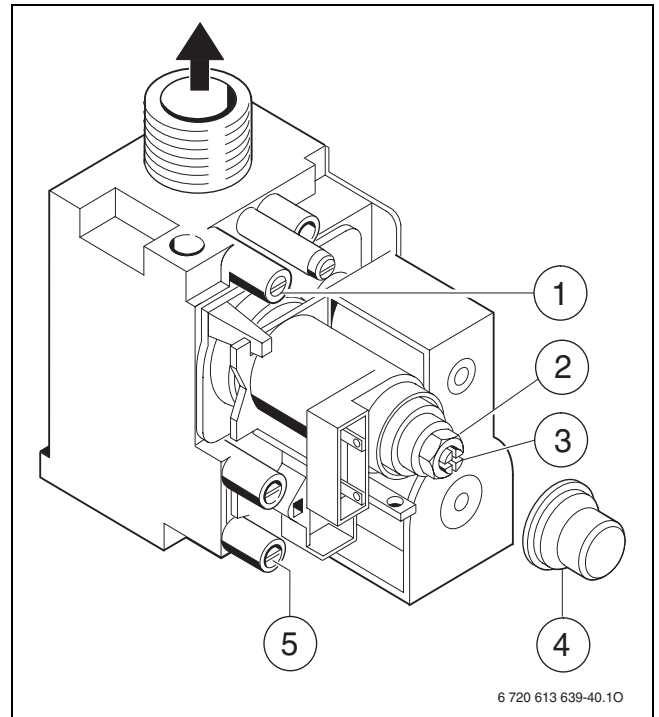

Fig. 41 Gasarmatur
- ▶ Løsn tætningskruen på målestuds til dysetryk (→ fig. 41, [1]), og tilslut U-rørmanometeret.
- ▶ Fjern afdækningen (→ fig. 41, [4]).
- ▶ Vedrørende det „maks“. angivne dysetryk (mbar) se tabellen side 59. Indstil dysetrykket via indstillings-skruen maks. gasmængde (→ fig. 41, [2]). Højredrejning mere gas, venstredrejning mindre gas.
- ▶ Vedrørende det „min“. angivne dysetryk (mbar) se tabellen side 59. Indstil dysetrykket via indstillings-skruen min. gasmængde (→ fig. 41, [3]).
- ▶ Løsn tætningskruen på målestudsens tilslutnings-gastrykket (→fig. 41, [5]), og tilslut trykmåleapparatet.
- ▶ Vedrørende den „maks“ angivne gennemstrømningsmængde for gas se tabellen på side 59. Indstil gennemstrømningsmængden for gas via gasmåler på indstillingsskruen maks. gasmængde (→ fig. 41, [2]). Højredrejning mere gas, venstredrejning mindre gas.
- ▶ Vedrørende den „min.“ angivne gennemstrømningsmængde for gas se tabellen på side 59. Indstil gennemstrømningsmængden for gas via gasmåler på indstillingsskruen min. gasmængde (→ fig. 41, [3]).